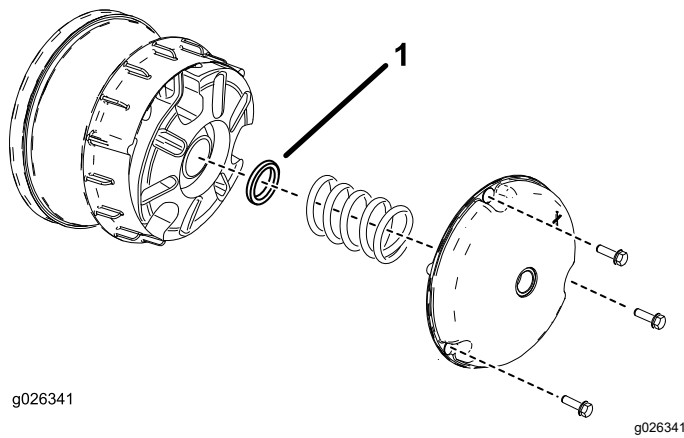

Figura 62
- Retire los pernos que sujetan la tapa del embrague primario, como se muestra en la Figura 62.